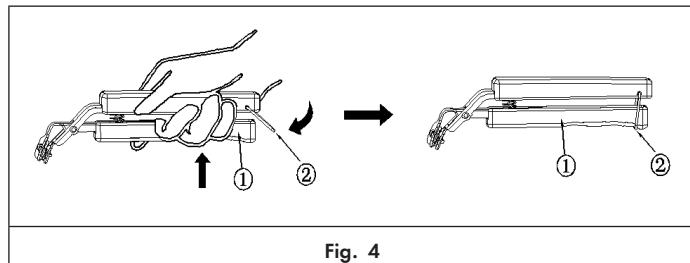

Fig. 4
5. Sollevare la parte inferiore della maniglia (1) e far scorrere la serratura in senso orario verso il basso (2). Accertarsi che la maniglia sia ben chiusa per lo stoccaggio (Fig. 4).